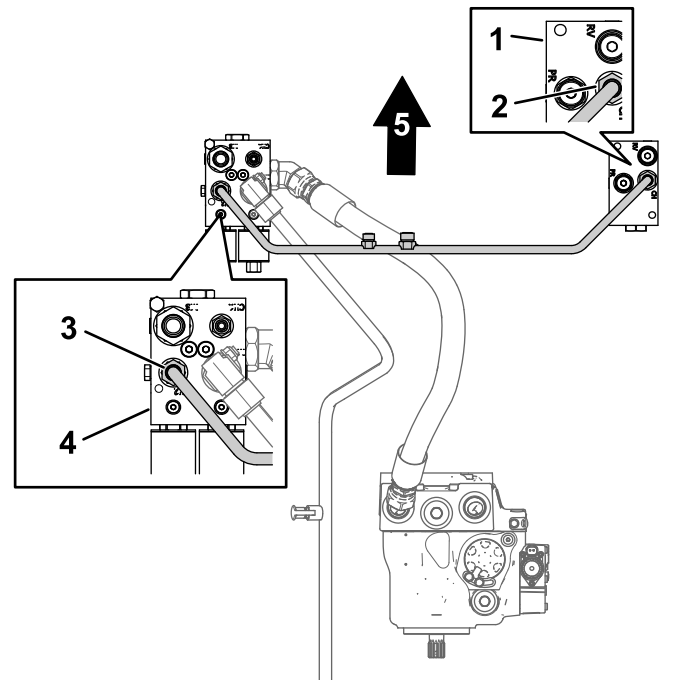

Figura 9
2. Alinee las tuercas del tubo transversal con los acoplamientos del distribuidor de tracción trasera y del distribuidor del divisor de flujo (Figura 9).